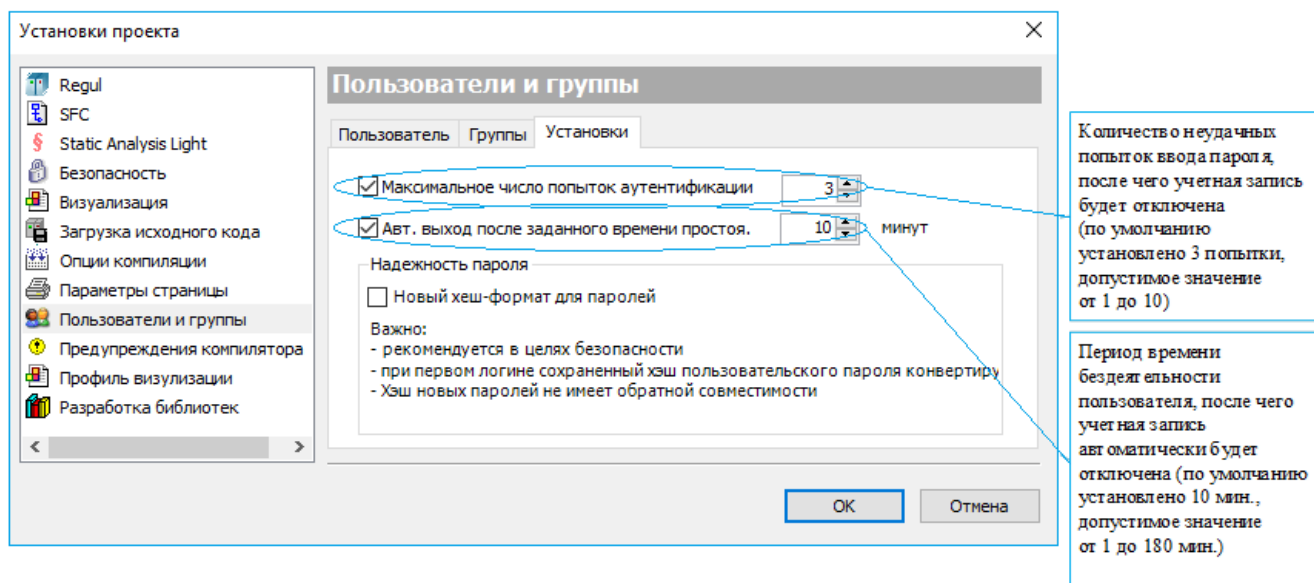

Рисунок 273 – Диалоговое окно для задания опций учетных записей
- в подкатегории **Установки (Settings)** можно задать опции (количество неудачных попыток, период бездействия и «хеширование» пароля), касающиеся учетных записей пользователей (Рисунок 273);